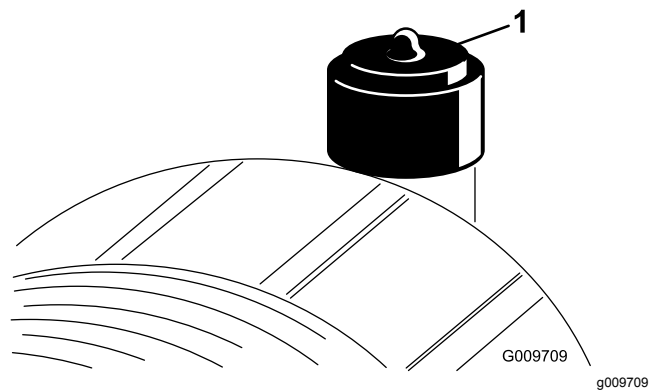

図 88
エアクリーナのフィルタの整備は、インジケータが赤色になってから行ってください 図 88。早めに整備を行っても意味がありません。むしろフィルタを外したときにエンジン内部に異物を入れてしまう危険が大きくなります。
2. インジケータ図 88が赤になっている場合はリセッ